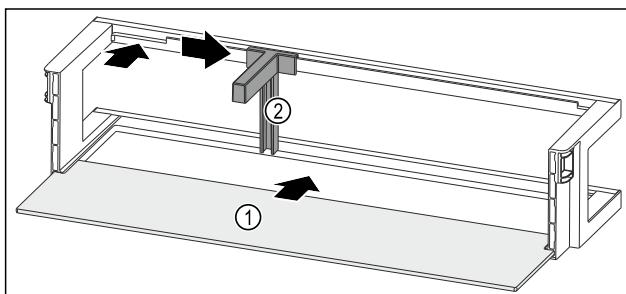

Fig. 97 带搁板的门边存放架
- ▶ 将搁板 Fig. 97 (1)推入侧面凹槽。
- ▶ 将瓶托 Fig. 97 (2)装入槽中。
- ▶ 将瓶托 Fig. 97 (2)推至一侧的所需位置。